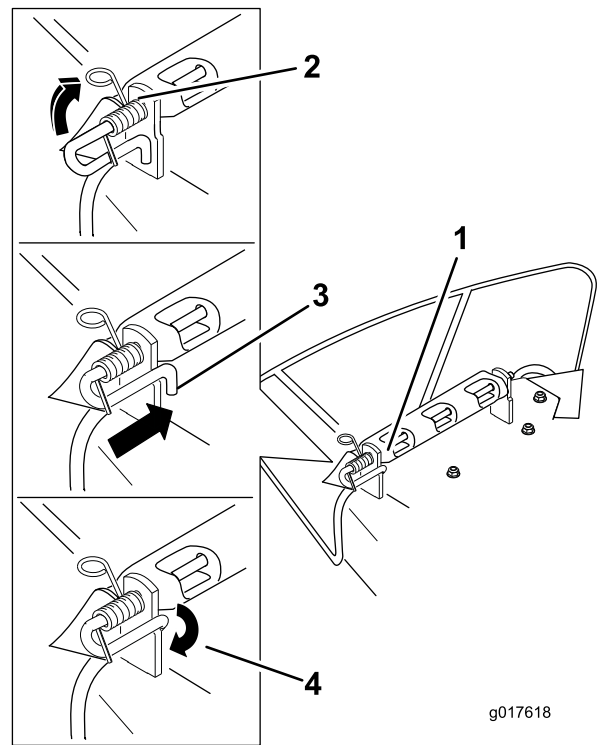

Figura 62
- Levante el extremo del muelle que tiene bucle y colóquelo en la muesca del soporte del deflector (Figura 62).
- Fije el conjunto de varilla y muelle torciéndolo de manera que el extremo corto de la varilla pueda colocarse detrás del soporte delantero que está soldado a la carcasa (Figura 62).